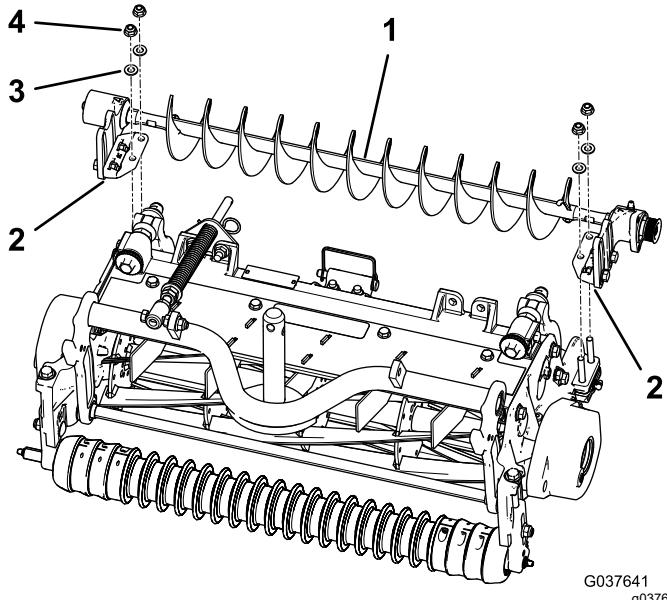

Figure 9
- Placez les supports de montage de brosse de rouleau gauche et droite sur les boulons de supports (Figure 9).